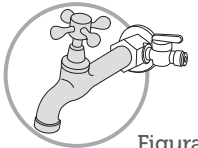

Figura 2
- 4- Rosqueie a torneira novamente ao adaptador já conectado ao ponto de água. Use fita veda rosca para evitar vazamentos (Figura 2).